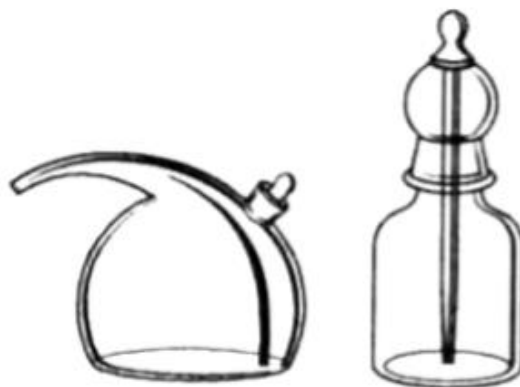

Рис. 7 – Капельницы.
*Капельницы* (рис. 7) используют в основном для хранения индикаторов, а также для отмеривания жидкостей каплями.